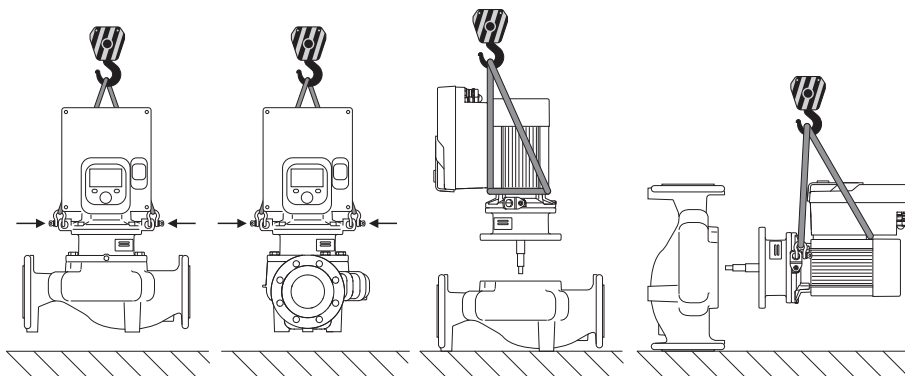

Fig. 6: Lyftriktning enkelpump
Pumpen ska transporteras med tillåtna lyftanordningar (till exempel lyftblock, kran osv.). Lyftanordningar ska fästas på transportöglorna som finns på motorflänsen. Skjut om nödvändigt lyftöglorna under adapterplattan (Fig. 6/7). Säkra pumpen mot att tippa.
1. Lämna två transportöglor (Fig. I, pos. 30) på motorflänsen.
2. Fäst instickssatsen (Fig. 4) på transportöglorna med lämplig lyftutrustning i säkringssyfte. Lägg en rem runt motorn och adaptern till elektronikmodulen enligt Fig. 6 för att förhindra att enheten faller. Undvik att skada elektronikmodulen vid fastsättningen.
3. Lossa och ta bort skruvarna (Fig. I/II/III, pos. 29).